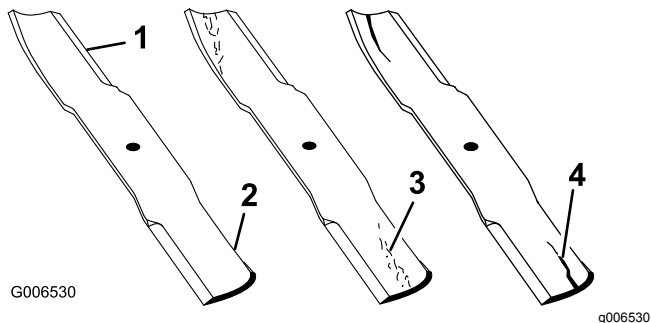

Figura 51
1. Inspeccione as extremidades de corte (Figura 51).
2. Inspeccione as lâminas, especialmente a área curva (Figura 51).
Nota: Se verificar quaisquer danos, desgaste, ou formação de ranhuras nesta área (itens 3 e 4 em Figura 51), instale imediatamente uma lâmina nova.